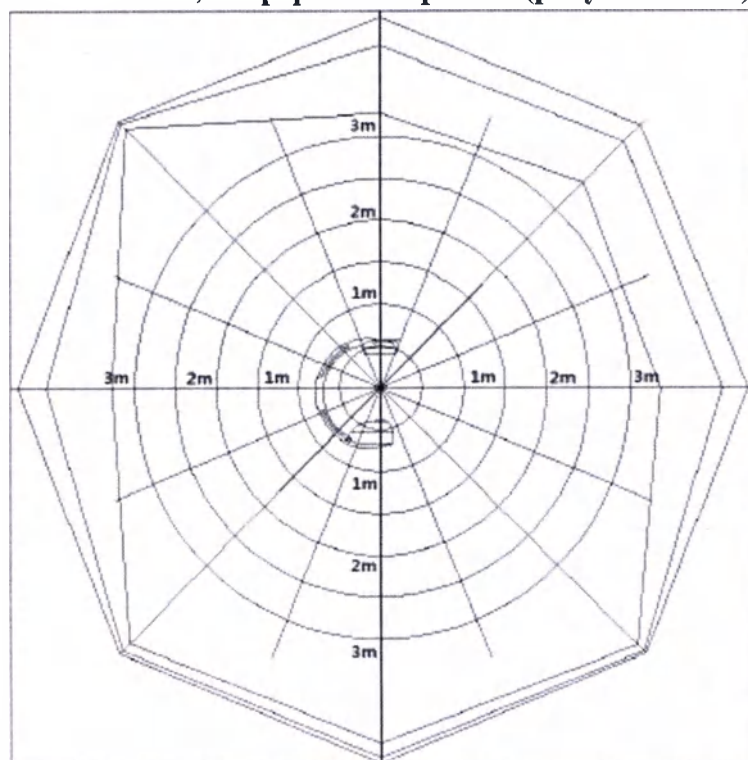

Рисунок 14.3.6
7.3.6 Карта кермы ИСО для рентгеновского луча в вертикальном направлении на малом фокусе 1м 120 кВ 4 мА, непрерывный режим (рисунок 14.3.6)